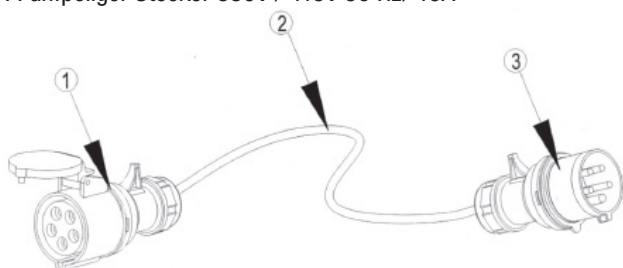

Abbildung 1
- Der Benutzer muss die gekaufte Netzkupplung wie in "Abbildung 1" gezeigt verwenden. Die Kupplung muss zum Gerät passen und die Erdung erweitern. Die Kupplung muss nach NEN zugelassen sein.